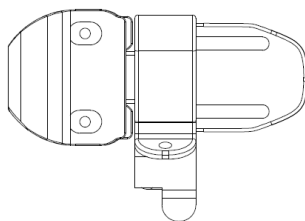

Figure 1
*Assurez-vous que les crochets sont montés complètement à l'intérieur ou à l'extérieur des rails sur les pinces. Le montage au milieu fera bouger le dossier d'un côté à l'autre. Voir les figures 1,2 et 3 pour la position correcte et incorrecte sur les crochets.